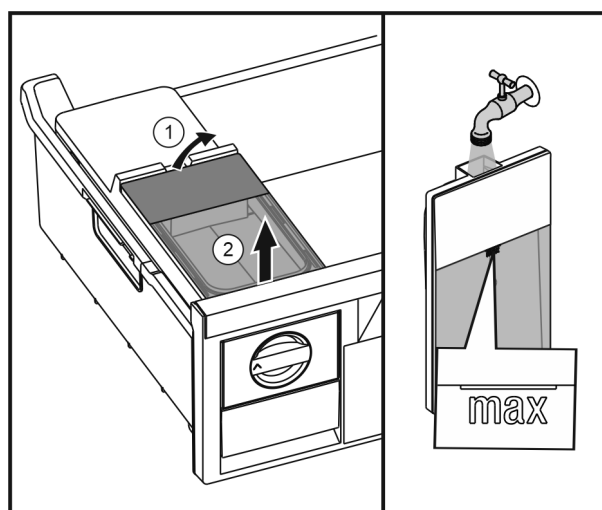

Fig. 29
- ▶ Wassertank von hinten anheben Fig. 29 (1) und nach oben entnehmen Fig. 29 (2).